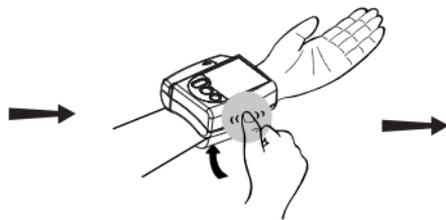

Figure 6c
5. Fixez la bande de autour du poignet, en ne laissant pas d'espace entre le manchon et la peau. Si le manchon tient mal, le relevé ne sera pas exact (Figures 6c – 6d).